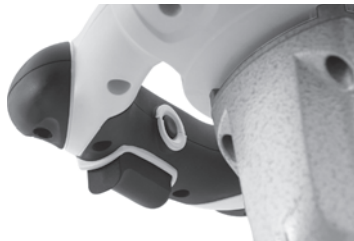

Fig. 6 - Interruptor y botón traba del interruptor
- Para conectar el equipo, presione el interruptor de accionamiento (4), suéltelo para apagar;
- Para operación continua, accione el interruptor (4) y enseguida presione el botón traba del interruptor (5). Para apagar, basta presionar el interruptor (4), Fig. 6: